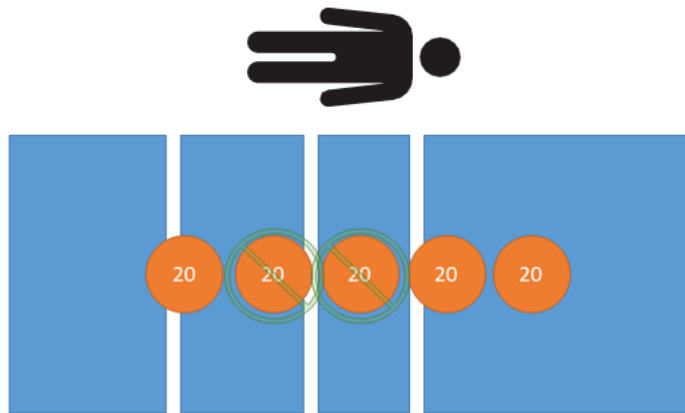

Abbildung 29 – Tara-Prüfung – 60 kg netto
4. Mit kalibrierten Gewichten 60 kg auf das Produkt legen (Abbildung 29).
10. Mit kalibrierten Gewichten 60 kg auf das Produkt legen (Abbildung 29).